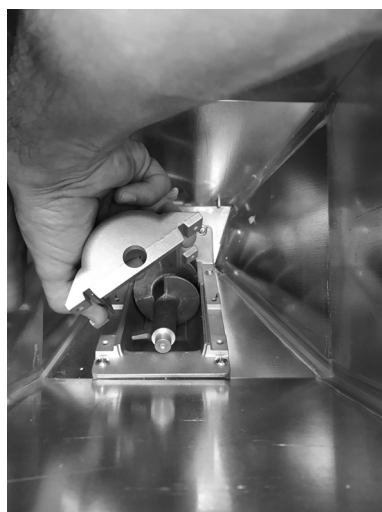

Fig. 79 - Fjern skærmen
- Fjern skærmen (se **Fig. 79**).